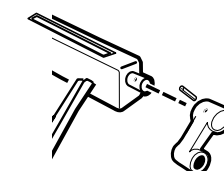

FIG. 5
- Install the two vise cranks (F) and secure them by driving the pins (N) through the holes in the cranks and the vise screws. (Align the holes in the vise cranks with the holes in the vise screws and strike the pins sharply with a steel hammer until they are flush with the sides of the vise cranks.) See Figure 5.
3. Insérer les deux manivelles d'étau (F) et les fixer en enfonçant les chevilles (N) dans les trous des manivelles et des vis d'étau. (Aligner les trous des manivelles sur ceux des vis et enfoncer les chevilles à l'aide d'un marteau en acier jusqu'à ce qu'elles affleurent le bord des manivelles.) Voir la figure 5.